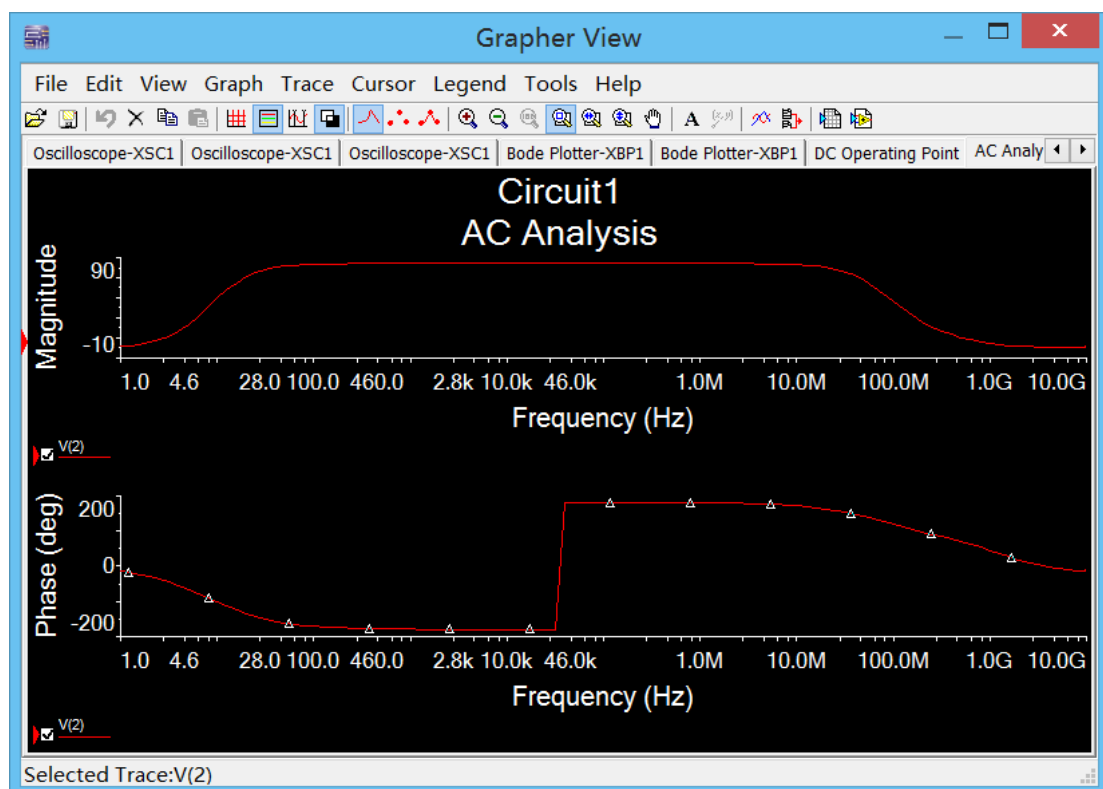

图 7.19 交流分析结果
- 点击 Simulate 按钮进行分析，分析结果如图 7.19 所示。